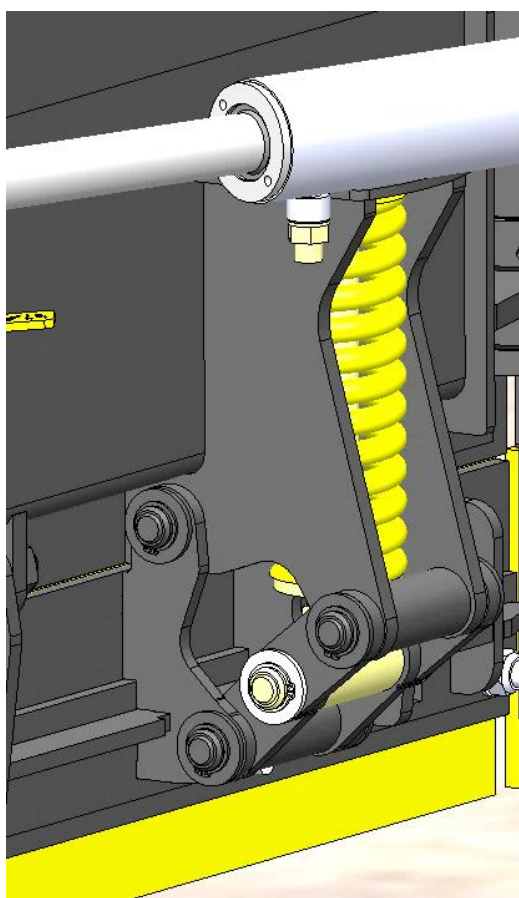

Bild 11. Relaxmekanismen
- Bladets ram är mekaniskt låst med hjälp av tre leder (bild 11).
- När belastningen åter är normal låser fjädringen bladets ram på nytt (bild 11).